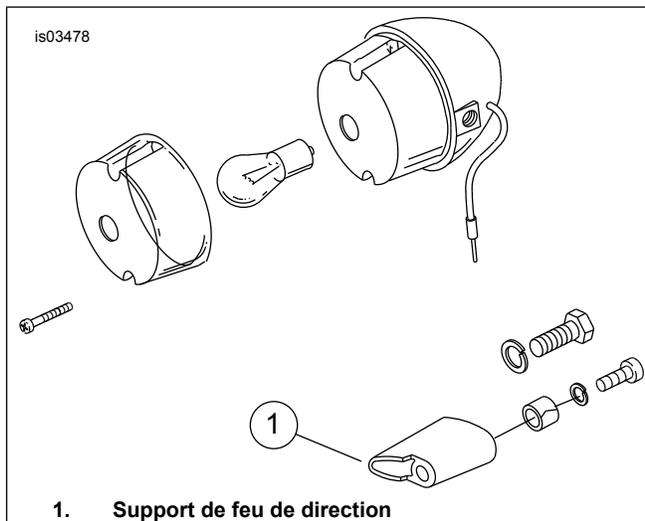

Figure 4. Feu de direction arrière Softail (support type de style Airfoil)
3. Voir la Figure 4. Retirer le boîtier d'ampoule du support de feu de direction, puis retirer le support. Conserver la visserie pour l'installation. Jeter le support.